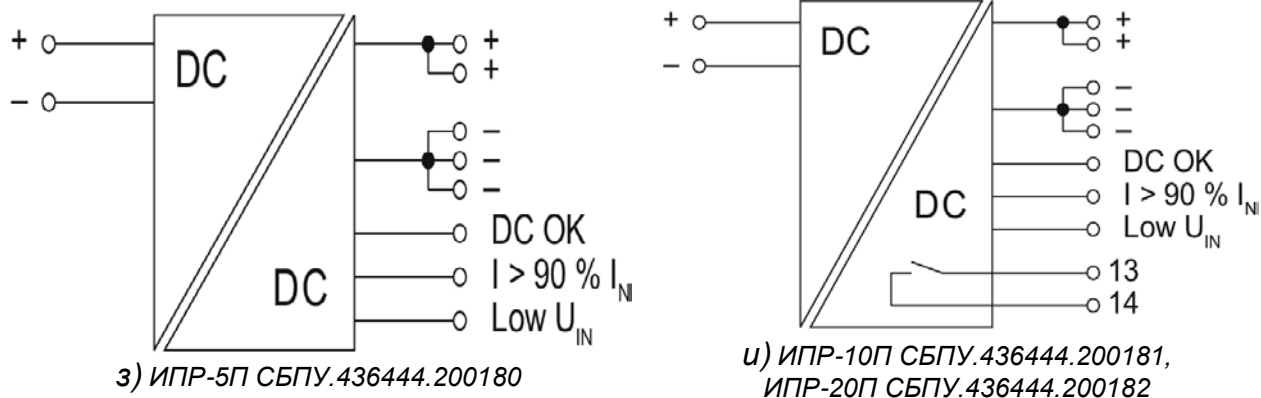

Рисунок 2. - Схемы подключений для блоков питания.
1.3.2 Схемы подключений для блоков питания приведены на рис. 2.